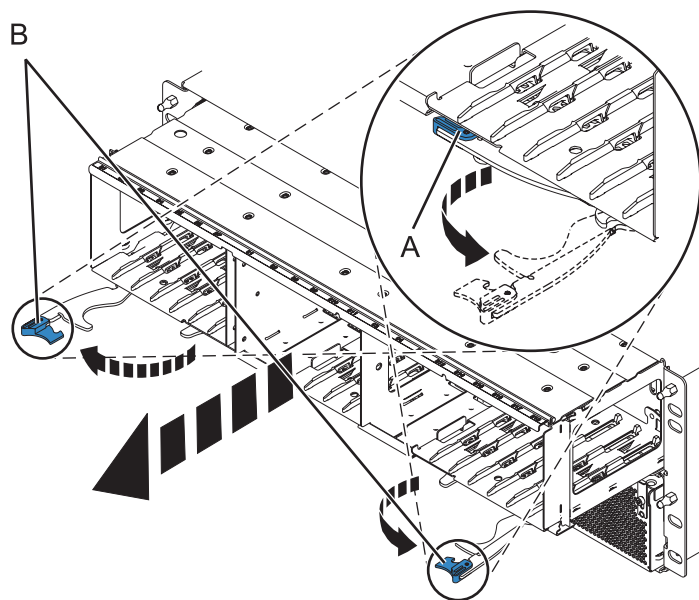

Figura 82. Extracción de la placa posterior del alojamiento
6. Extraiga la placa posterior según se muestra en Figura 82 en la página 124.